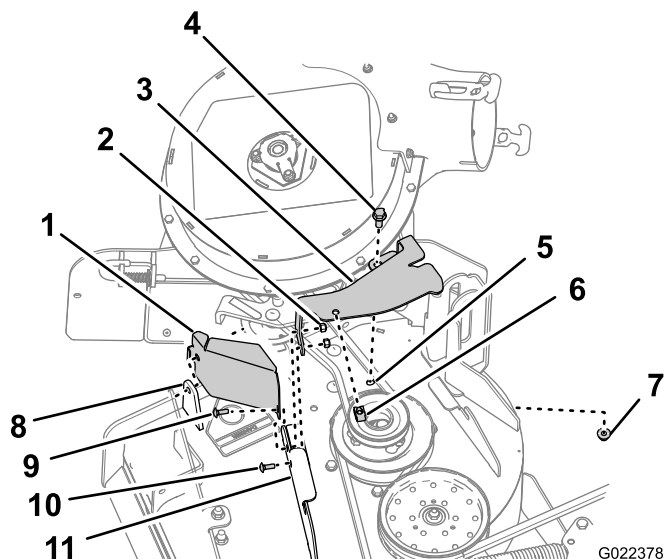

Figura 7
1. Allineate i fori della puleggia al foro nella staffa del deflettore anteriore e al foro esterno nella flangia della scocca anteriore (Figura 7).
2. Allineate la staffa del copricinghia con i fori sul lato posteriore della flangia della scocca anteriore (Figura 7).
3. Fissate la protezione della puleggia e la staffa del copricinghia alla flangia della scocca anteriore sul foro esterno con il bullone a testa tonda (1/4 x 1 poll., kit CE) e il dado di bloccaggio (1/4 poll., kit soffiatore) rimossi alla fase 1 di Rimozione della staffa del copricinghia (pagina 4); fate riferimento a Figura 7.
4. Fissate la staffa del copricinghia alla flangia della scocca anteriore sul foro interno con il bullone a testa tonda (1/4 x 3/4 poll., kit soffiatore) e il dado di bloccaggio (1/4 poll., kit soffiatore) rimossi alla fase 1 di Rimozione della staffa del copricinghia (pagina 4); fate riferimento a Figura 7.
5. Allineate il foro alla flangia posteriore della staffa del copricinghia al foro nella scocca in cui avete rimosso la staffa del copricinghia alla fase 1 di Rimozione della staffa di montaggio del copricinghia (pagina 3); fate riferimento a Figura 7.
6. Fissate la flangia posteriore della staffa del copricinghia alla scocca con un bullone a testa esagonale (3/8 x 1 poll.) e il dado flangiato (3/8 poll.) rimossi alla fase 1 di Rimozione della staffa di montaggio del copricinghia (pagina 3); fate riferimento a Figura 7.
7. Allineate il dado a graffetta al foro nella parte superiore della staffa del copricinghia e premetelo sulla staffa (Figura 7).